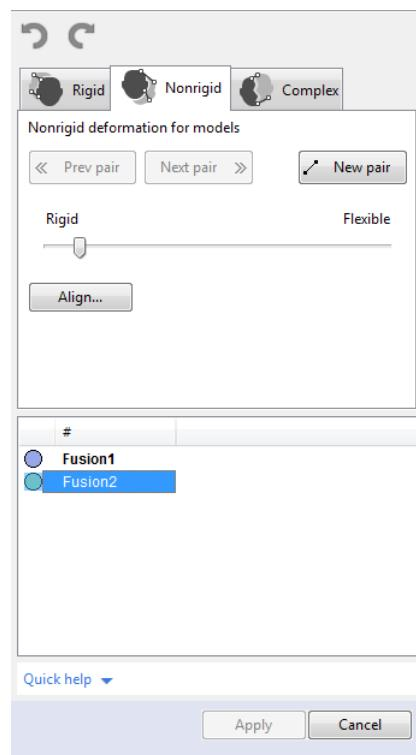

Рис. 8.22: Панель *Сборка*: вкладка *Нежесткая*
1. Убедитесь, что выбрана вкладка *Нежесткая* (см. Рис. 8.22).